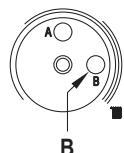

Рис. 2
- 1) Вращайте триммер настройки теплоотдачи котла по часовой стрелке до упора (B, рис. 2); вентилятор работает на максимальной мощности.
- 3) Вращайте триммер настройки теплоотдачи котла против часовой стрелки до упора (B, рис. 2); вентилятор работает на минимальной мощности.